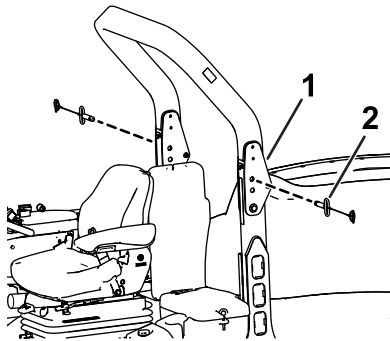

Figure 1
6. Retirez les goupilles de verrouillage de chaque côté de l'arceau de sécurité (Figure 1).